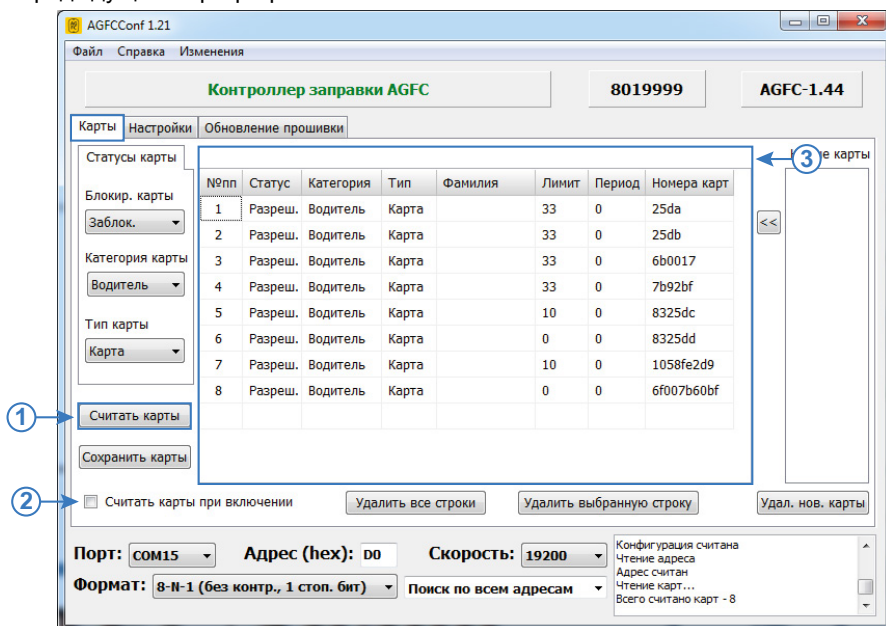

Рис.8. Считывание списка карт из устройства.
- Перейти на вкладку «Карты» и нажать кнопку «Считать карты» (Рис.8, п.1).
- Также может быть настроено автоматическое считывание списка карт при чтении конфигурации устройства. Для этого нужно установить галочку напротив опции «Считать карты при включении» (Рис.8, п.2).
- Список карт устройства отобразится на вкладке «Карты» в виде таблицы (Рис.8, п.3). Формат, в котором считываются номера карт в программу, определяется настройкой «Формат вывода номера карт», записанной в ТРК. Данная настройка задается на вкладке «Настройки» программы «AGFCConf».